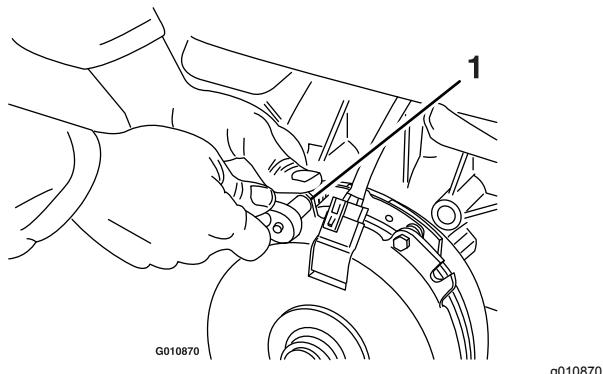

Figura 74
- A. Allentate entrambi i bulloni di montaggio del freno da 1/2 giro a un giro completo, come illustrato nella Figura 74.